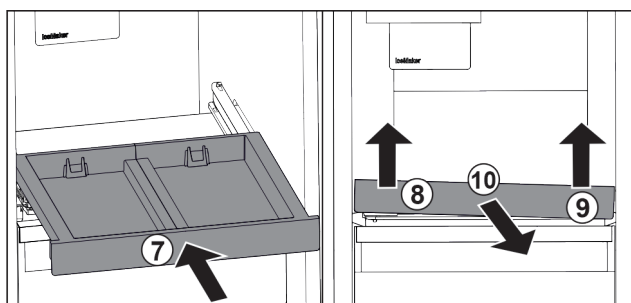

Fig. 91
- ▶ Вставьте выдвижную панель. Fig. 91 (7)
- ▶ Приподнимите выдвижную панель спереди слева. Fig. 91 (8)
- ▶ Приподнимите выдвижную панель спереди справа. Fig. 91 (9)
- ▶ Извлеките выдвижную панель движением вперед. Fig. 91 (10)